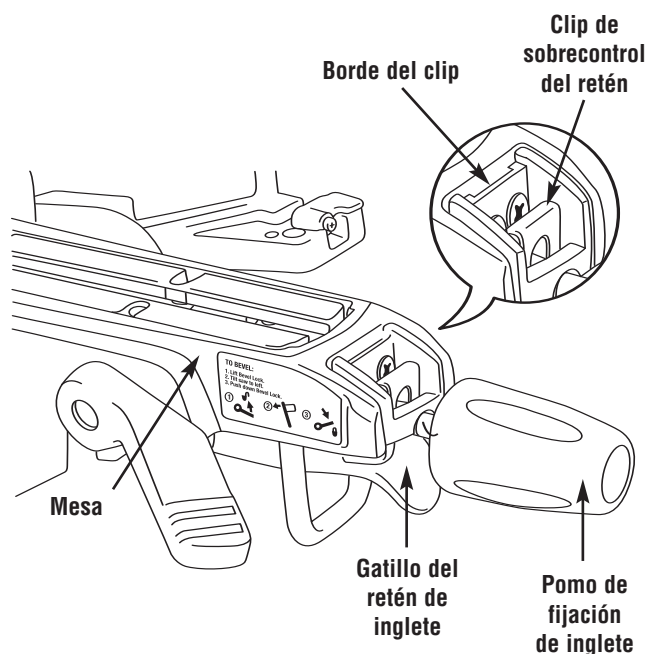

Figura 23. Sobrecontrol del retén
2. Empuje el clip de sobrecontrol del retén hacia adelante y acóplelo en su sitio sobre el borde. Suelte el gatillo del retén de inglete (Figura 23).